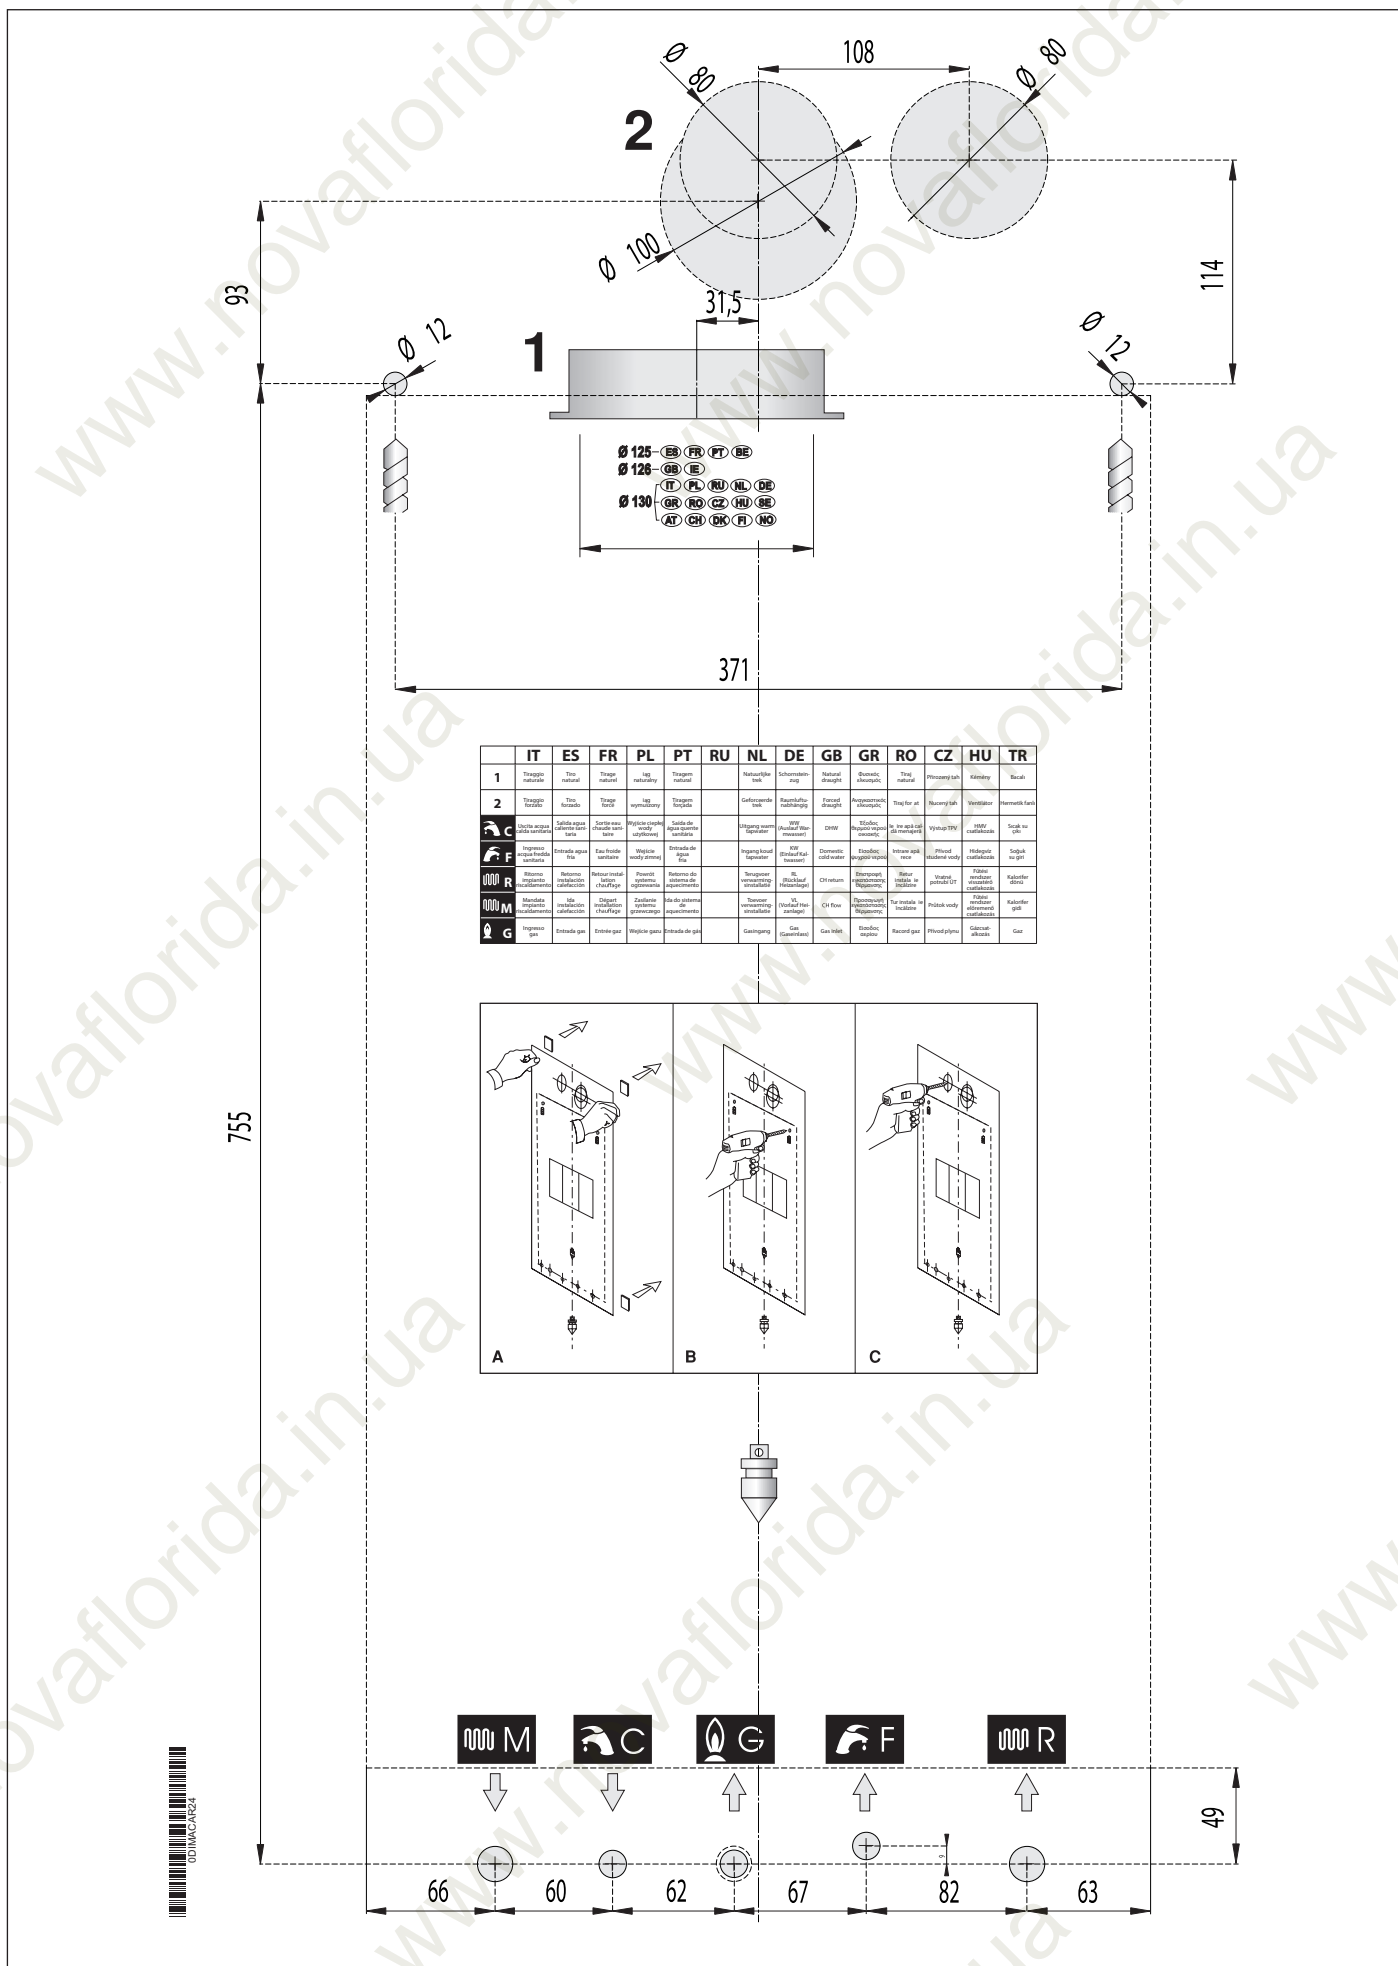

Рис. 5 Шаблон из картона
- монтажный шаблон (смотри Рис. 5 Шаблон из картона).
Каждый котел снабжен специальным шаблоном из картона (смотри Рис. 5 Шаблон из картона).